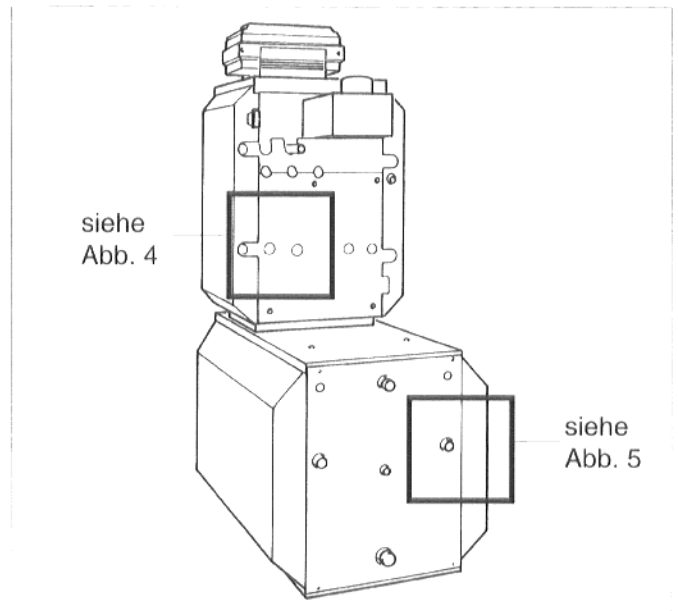

Abb. 3: Rückansicht vor Montage
- Schutzkappe vom Kessel-/Speicherrücklauf des Kessels entfernen (Abb. 3 und 4).
- Verschlußdeckel von T-Stück (Lieferumfang Kessel) abschrauben, Flachdichtung in die Überwurfmutter des T-Stücks einlegen und T-Stück am Speicherrücklauf des Kessels festschrauben (Abb. 3 und 4).
- Flachdichtung in die Überwurfmutter eines Metallwellschlauchs einlegen, Metallwellschlauch vorformen und am T-Stück festschrauben (Abb. 3 und 4).
- Flachdichtung in die Überwurfmutter des Winkels einlegen und Winkel am Speicherrücklauf festschrauben (Abb. 3 und 5).
- Flachdichtung in die zweite Überwurfmutter des Metallwellschlauchs einlegen und Metallwellschlauch am Winkel festschrauben (Abb. 3 und 5).